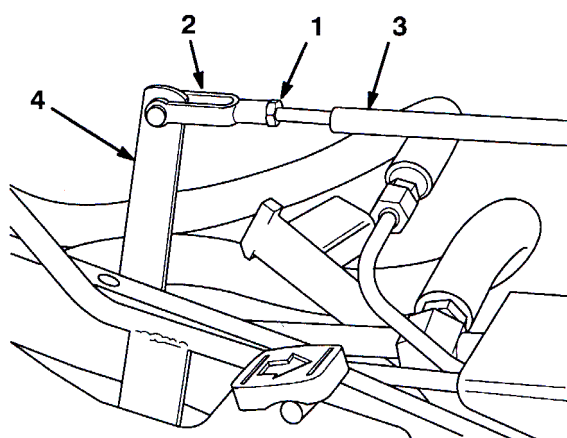

図 46
3. 調整レバーを手で動かして、芝刈りペダルと上昇ペダルを同じ高さにそろえる。また、ヨークの穴と調整レバーの穴が整列するようにヨークを調整する（図46）。